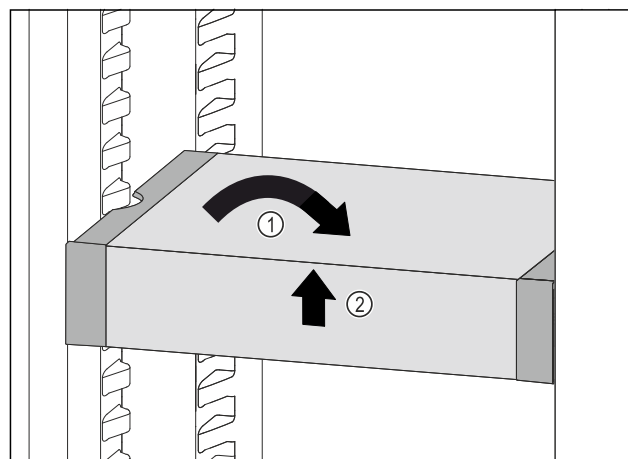

Fig. 91
- ▶ Remettre le VarioSafe droit. Fig. 91 (1)
- ▶ Soulever la partie avant du VarioSafe. Fig. 91 (2)